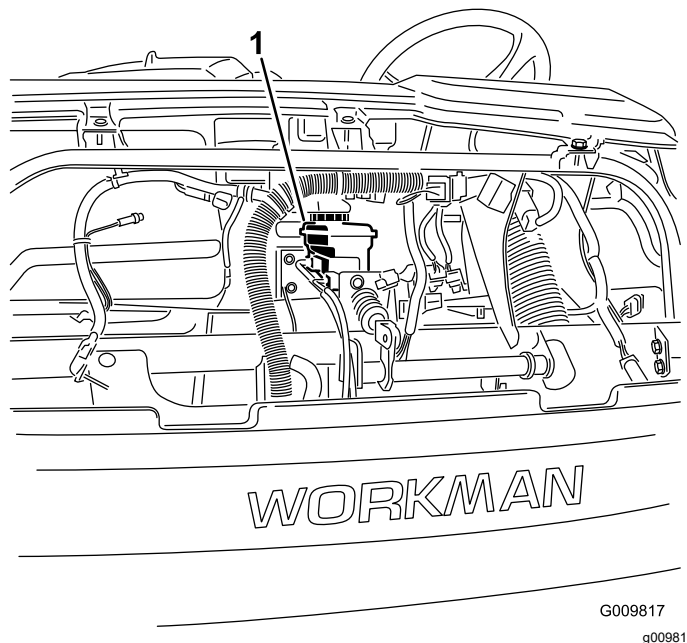

Figure 25
**Remarque:** Vous pouvez enlever le capot d'accès au réservoir à l'avant de la machine (Figure 25).